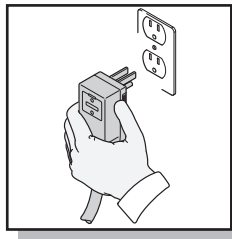

Fig. 15
- Desenrosque el cable de alimentación completamente y tape el GFCI en un molió 120 salida de voltio. Apriete el "reposo" botón en la caja de GFCI (Fig. 15). La ventana del indicador debe mostrar un color rojo. Esto debe ser hecho cada vez la unidad es conectada.